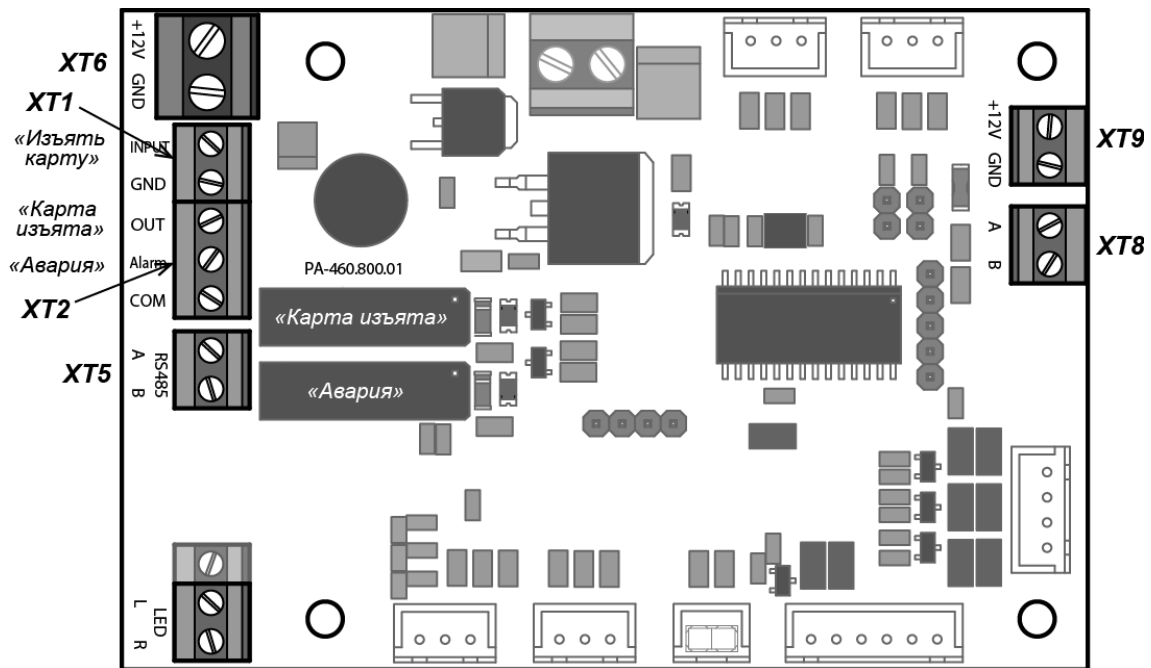

Рисунок 10. Внешний вид платы управления картоприемника
3. Если предъявленная карта является временной картой посетителя и требует изъятия, то контроллер СКУД подает управляющий сигнал на вход платы управления картоприемника «*Изъять карту*» (контакт *INPUT XT1*, см. рис. 10). Подсветка щели для приема карт перейдет в режим мигания с частотой 2 раза в секунду, указывая на то, что карта подлежит изъятию.
5. При падении карты в контейнер второй оптический датчик фиксирует факт изъятия карты. В этом случае картоприемник закрывает шторку, подсветка щели для приема карт вновь становится постоянной. Одновременно с выхода платы управления картоприемника «*Карта изъята*» (контакт *OUT XT2*, рис. 10) подается управляющий сигнал, являющийся для контроллера СКУД подтверждением разрешения прохода. По данному сигналу контроллер СКУД разрешает проход в данном направлении (подает соответствующий сигнал на механизм управления турникетом) и после прохода через турникет снимает сигнал «*Изъять карту*». По снятию сигнала «*Изъять карту*» картоприемник снимает сигнал «*Карта изъята*».
6. Третий оптический датчик картоприемника отслеживает факт заполнения контейнера картоприемника. При его заполнении картоприемник передает в контроллер СКУД сигнал «*Авария*» (контакт *Alarm XT2*, рис. 10), подсветка приемной щели картоприемника перейдет в режим мигания с частотой 1 раз в 2 секунды, тем самым предупреждая о необходимости освободить контейнер от изъятых карт. Если контейнер не освобождается, то после приема еще 9 карт работа картоприемника блокируется, подсветка приемной щели гаснет. Разблокировка картоприемника происходит автоматически после освобождения контейнера от карт (порядок выемки и установки контейнера приведен в п. 9.5). Также сигнал «*Авария*» подается в контроллер СКУД при возникновении неисправностей механизма картоприемника.
Внешний вид **платы управления** картоприемника показан на рис. 10. На плате расположены клеммные колодки: